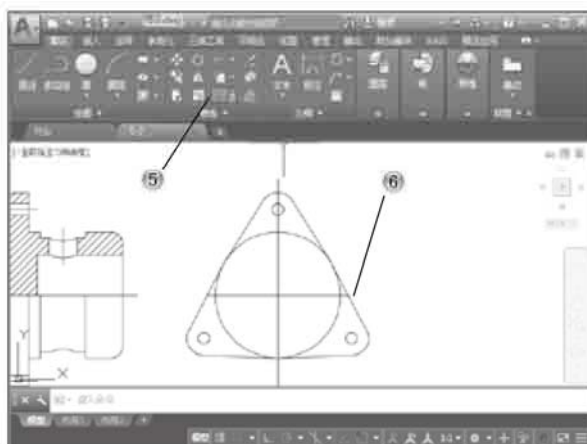

图 5-92
⑤ 单击【修改】面板中的【环形阵列】按钮,如图 5-92 所示。
⑥ 在绘图区创建圆形阵列图形。